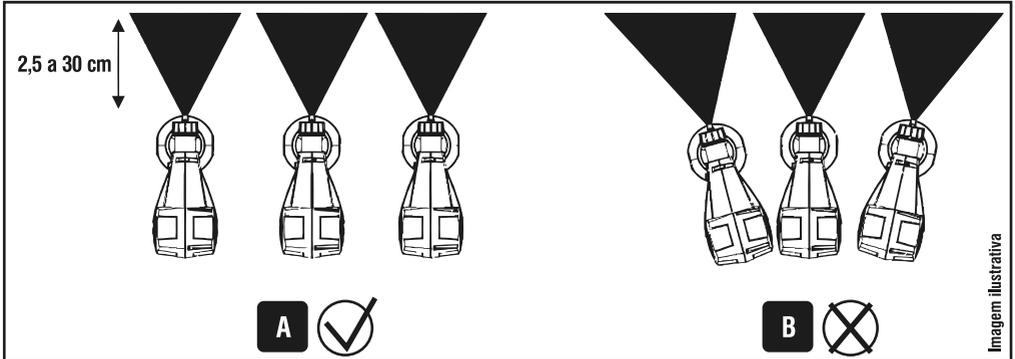

Fig. 6 - Distância ideal para uma boa pintura
- Ajuste o jato de tinta de acordo com o item 5.5 deste manual;
- Ajuste o volume de material de acordo com o item 5.6 deste manual;
- Pulverize a superfície a uma distância de 2,5 a 30 cm do objeto a ser pintado de acordo com a Fig. 6;
- Movimento a pistola de pintura para cima e para baixo, sempre mantendo-a perpendicular à superfície que está sendo pintada, conforme mostra a Fig. 6 (Fig. 6A: correto e Fig. 6B: incorreto).